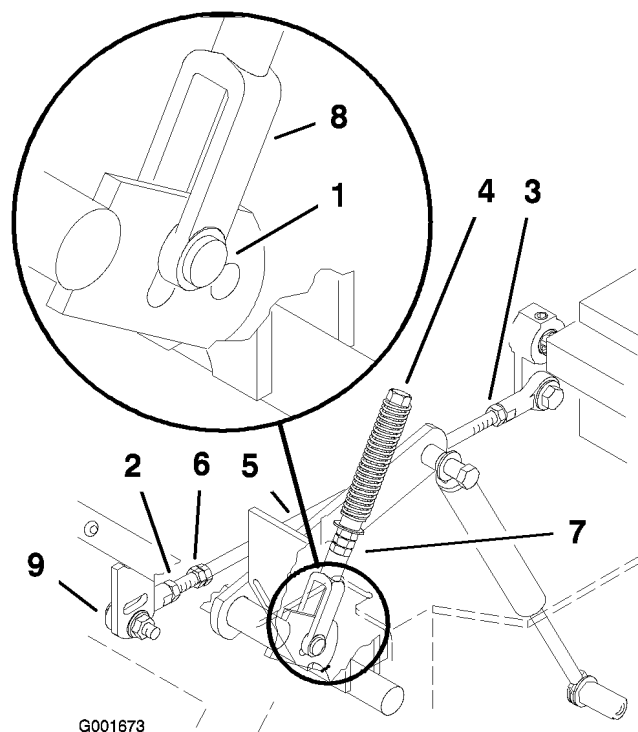

Figura 54
6. Tire hacia atrás de la palanca hasta que el pasador (en el brazo debajo del eje pivotante) entre en contacto con el extremo de la ranura (empezando justo a tensar el muelle) (Figura 54).
8. Si es necesario un ajuste, afloje la tuerca y la contratuerca contra la horquilla (Figura 54).
10. Apriete la tuerca y la contratuerca (Figura 54).